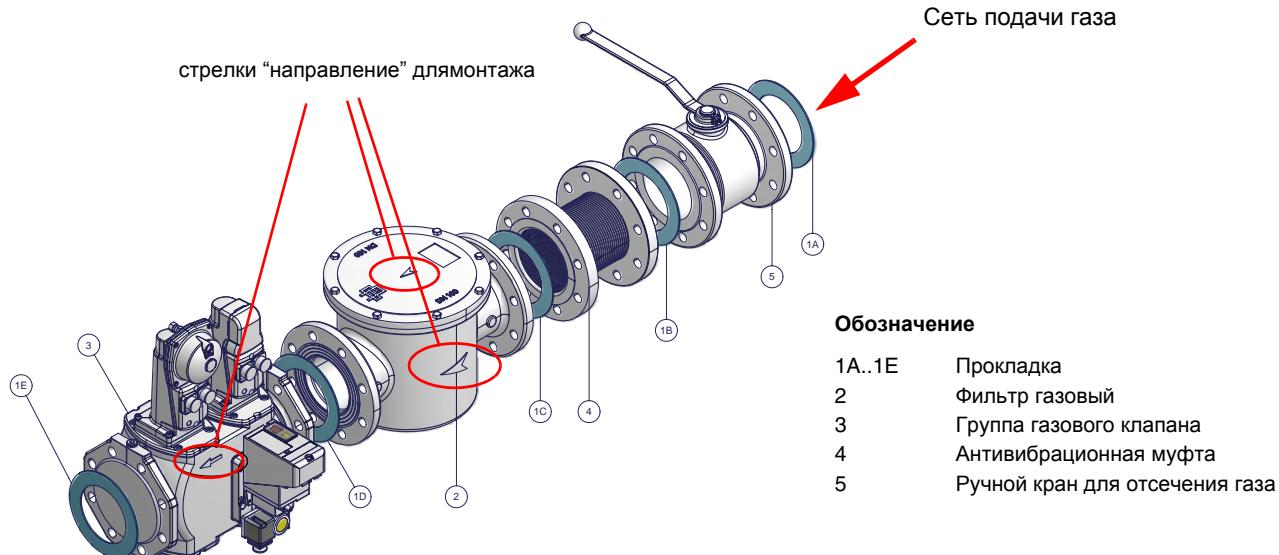

Рис. 2 - Пример газовой рампы
- 1 - б) при фланцевых соединениях: между соседними компонентами устанавливать прокладку (1A..1E - Рис. 2), совместимую с используемым газом,
**ВНИМАНИЕ:** после монтажа газовой рампы согласно схеме на Рис. 2, необходимо провести тестирование на герметичность газового контура, согласно требований действующих нормативов.